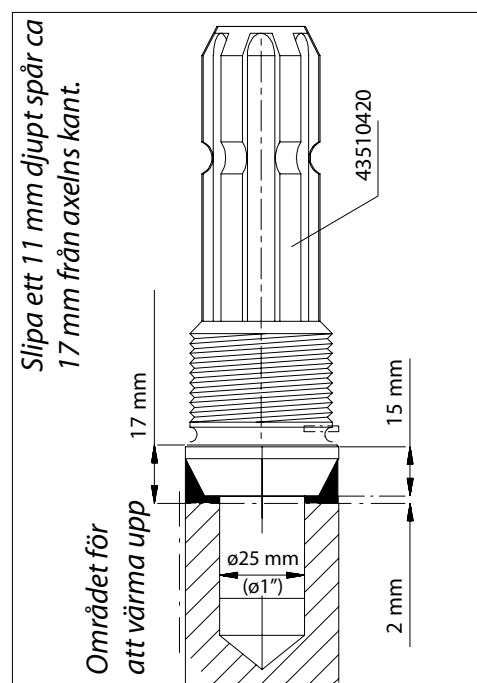

Bild 20. Byte av splinesaxel
4. Slipa ett 11 mm djupt spår ca 17 mm från axeländan. Se bild 20.
7. Rengör axelhålet och lägg in en ny axel. Se bild 20.